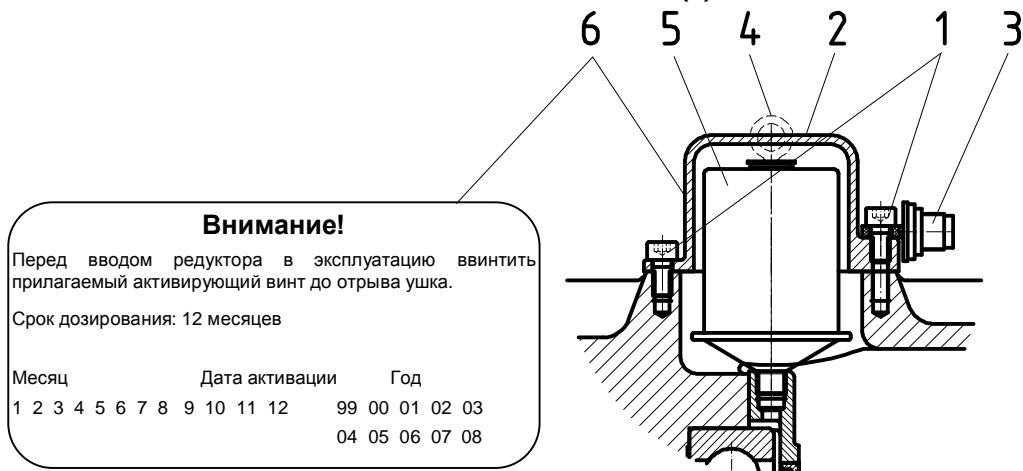

Рис. 4-2. Активация дозатора смазки при комплектации стандартным двигателем IEC
Для этого отвинтить крышку картриджа (2) (см. рис. 4-2). Вывернуть дозатор смазки (5) и заменить его новым (№ детали: 283 0100). Затем провести активацию (см. раздел 4.2)!